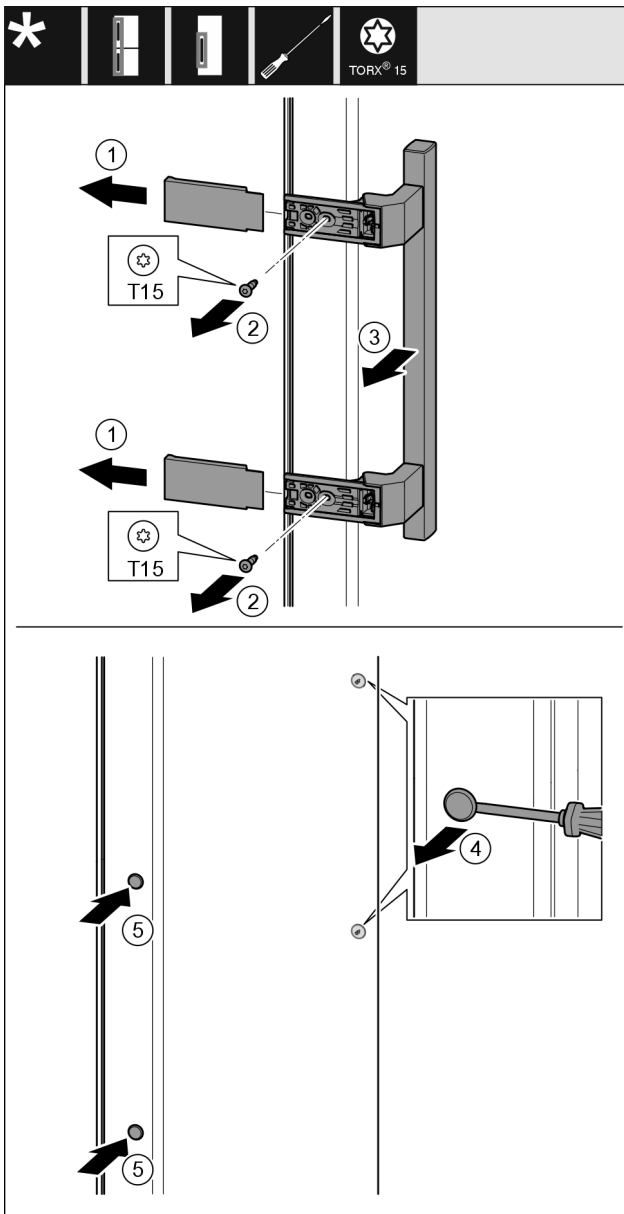

Fig. 34
- Abdeckung Fig. 34 (1) abziehen.
- Schrauben Fig. 34 (2) mit Schraubendreher herausdrehen.
- Griff Fig. 34 (3) abnehmen.
- Seitlichen Stopfen Fig. 34 (4) vorsichtig mit einem Schlitzschraubendreher anheben und herausziehen.
- Stopfen Fig. 34 (5) auf der anderen Seite wieder einsetzen.